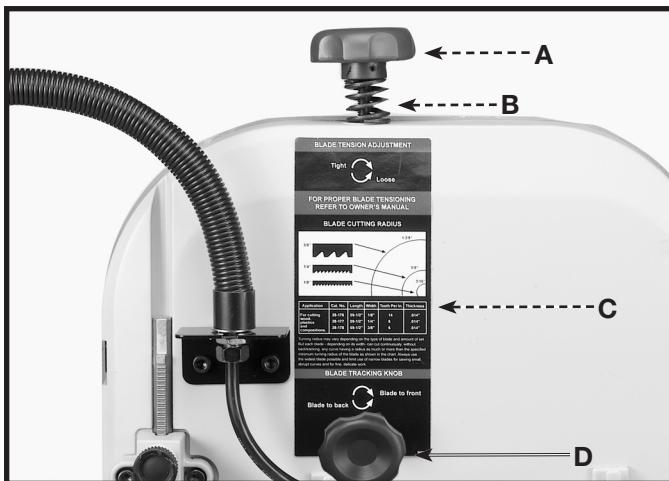
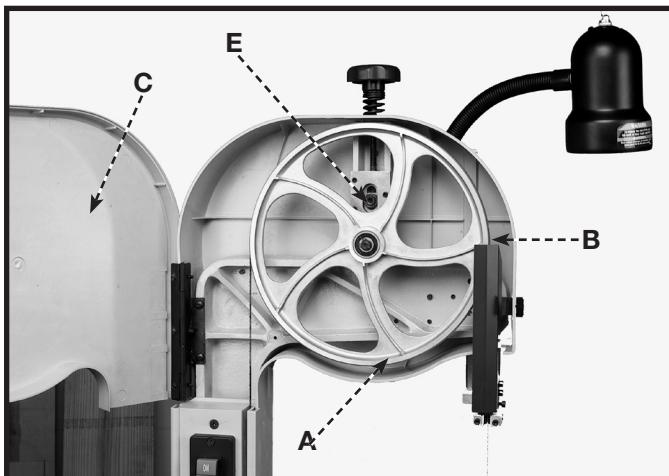
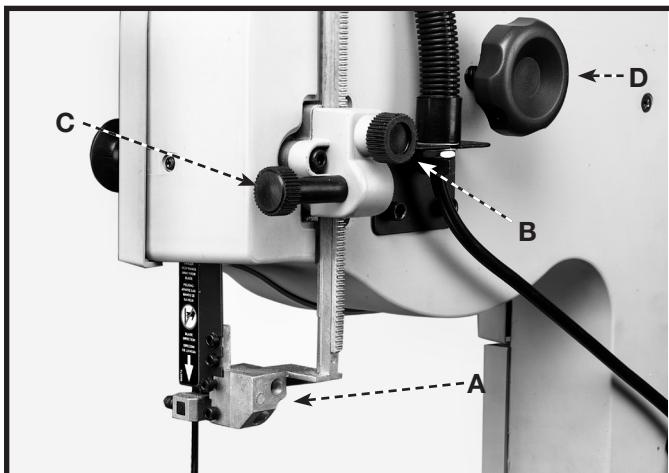

Fig. 24
Fig. 25
Fig. 26
1. Pour installer une lame particulière, desserrer la vis (E) fig. 25, avec la clé hexagonale de 5 mm fournie et tourner le bouton de tension (A) fig. 24, en sens horaire jusqu'à ce que le ressort (B) commence à se comprimer.
2. Tourner le bouton de réglage de la tension (A) fig. 24, 2 tours 1/2 supplémentaires pour les lames de 3,2 mm (1/8 po) de largeur, 3 tours pour celles de 6,4 mm (1/4 po) et 4 tours pour les lames de 9,5 mm (3/8 po). Serrer la vis (E) fig. 25.
3. Il existe un tableau (C) fig. 24, apposé à l'arrière de la scie à ruban. Ce tableau montre la taille de lame et le rayon minimum de la courbe qui peut être réalisée avec chaque taille de lame.
2. Ouvrir la porte montée sur charnières (C) fig. 25.
3. Tourner à la main la roue supérieure (A) fig. 25, en sens horaire et vérifier que la lame (B) tourne vraiment au centre approximatif des deux roues.
4. Si un réglage s'avère nécessaire, tourner le bouton d'alignement de la lame (D) fig. 24 et/ou fig. 26, en sens horaire pour déplacer la lame vers l'arrière et en sens antihoraire pour la déplacer vers l'avant. **REMARQUE :** tourner le bouton d'alignement de la lame (D) par petits intervalles pour ajuster la lame.
L'ensemble du guide de lame supérieur (A) fig. 26, doit toujours être réglé à 3,2 mm (1/8 po) maximum au-dessus de la surface supérieure de la pièce à couper ou aussi près que possible de cette surface. Desserrer le bouton (B), tourner le bouton (C) et positionner l'ensemble du guide (A) à la hauteur voulue. Puis serrer le bouton (B).